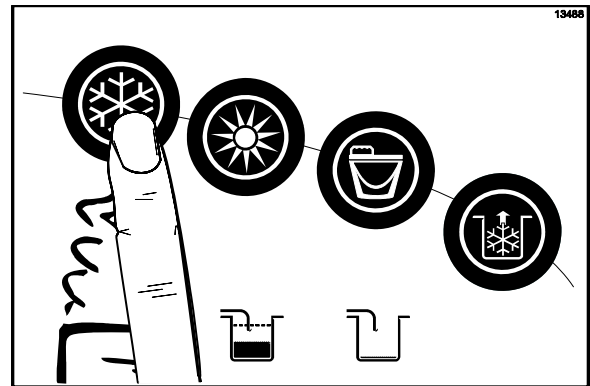

Abbildung 41
4. Wenn das Gerät wieder bereit für den Normalbetrieb ist, das Automatiksymbol  antippen. (Siehe Abbildung 41.) Über das Managermenü kann die Autostartfunktion aktiviert bzw. deaktiviert werden. Ist die Autostartfunktion aktiviert, schaltet das Gerät täglich zu einem festgelegten Zeitpunkt automatisch vom Standby-Betrieb auf Automatikbetrieb auf beiden Seiten um. (Siehe Seite 83.)